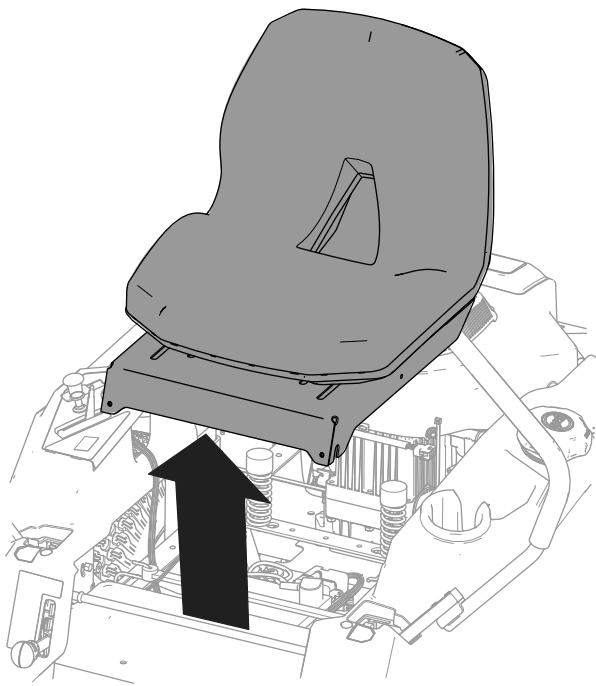

Bild 4
6. Nehmen Sie den Sitz von der Maschine ab (Bild 4).